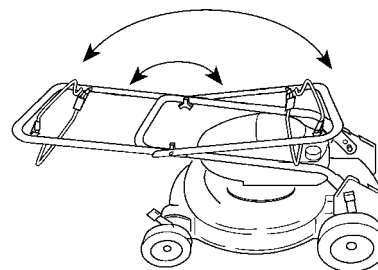

Figure 33
2. Pivoter le mancheron vers l'avant de la tondeuse (Fig. 33).
3. Desserrer les boutons de fixation du mancheron supérieur au mancheron inférieur, et replier le mancheron supérieur vers l'arrière de la tondeuse, en position de remisage (Fig. 33).